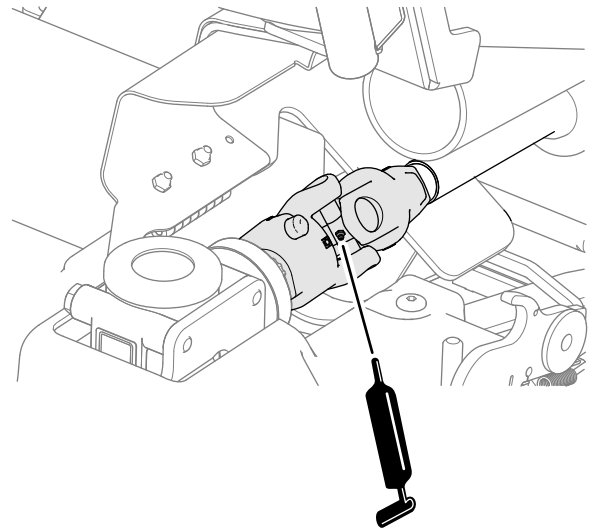

Figura 52
- Articulación en U delantera del árbol de transmisión en la caja de engranajes de la segadora (Figura 52).